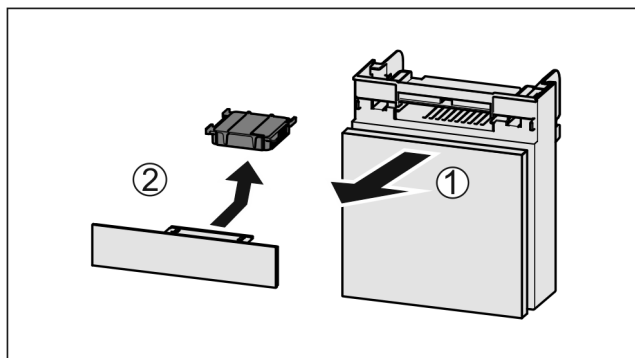

Fig. 154
- ▶ Вытянуть Fig. 154 (1) отделение движением вперед.
- ▶ Извлечение Fig. 154 (2) фильтра с активированным углем.